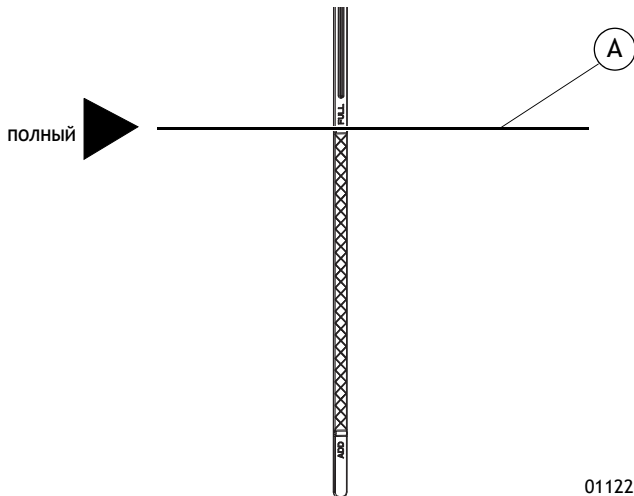

Рисунок 5-8. Отметка FULL (ПОЛНЫЙ) на масломерном щупе
7. См. Рисунок 5-8. Убедитесь в том, что уровень масла находится на отметке FULL (ПОЛНЫЙ) или рядом с ней (A). При необходимости добавьте масло.